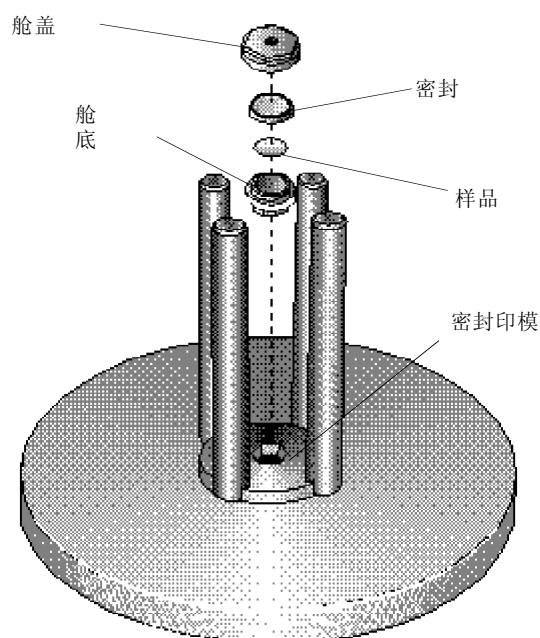

图 1
请参照图 1 并按照本节中的说明为 DSC 高压舱实验准备样品舱。
2. 使用镊子将舱底放进密封板上的六角孔中（参见图 1）。
3. 将样品小心地放进舱底；然后将密封装置（密封罩向下）放在高压舱上（参见图 1）。